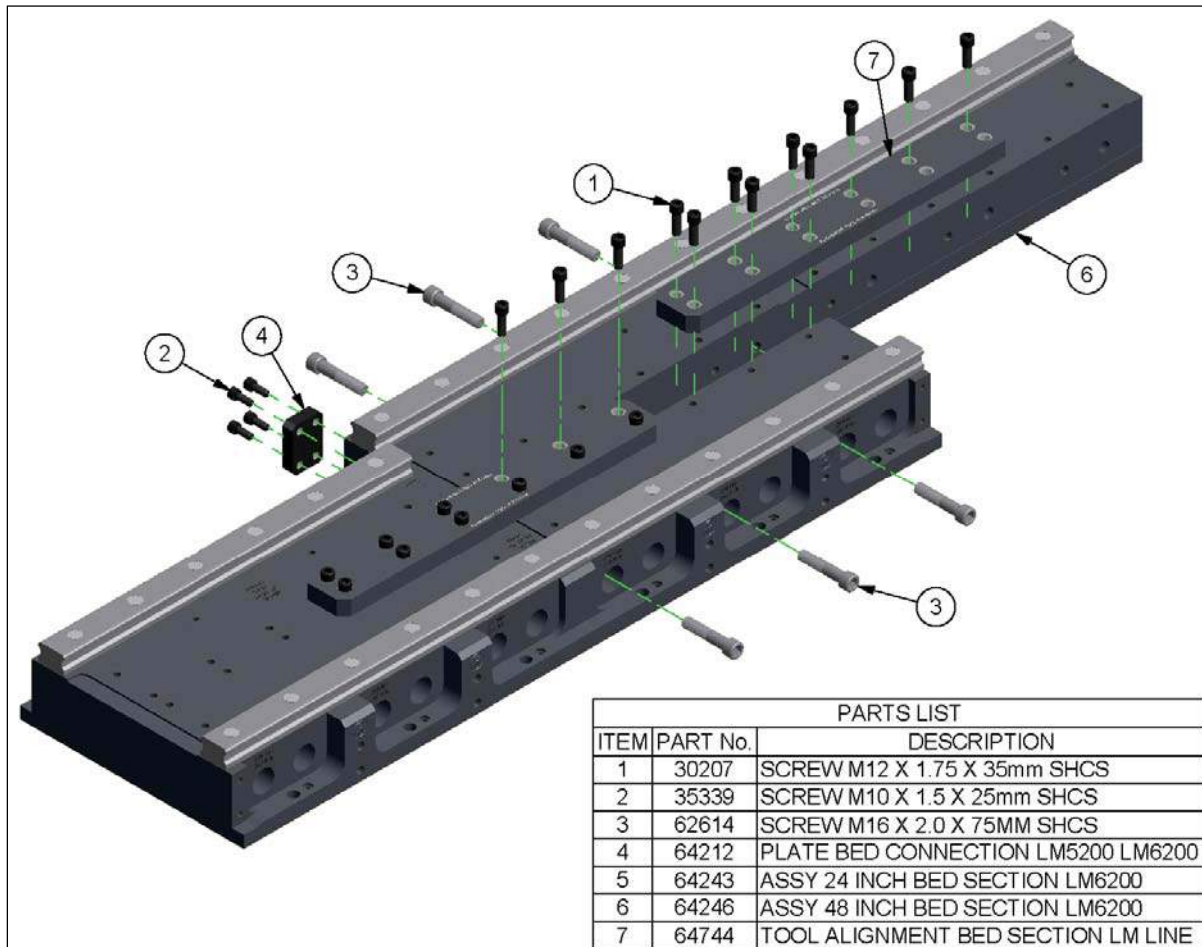

Figura 2
5. Coloque la siguiente sección de 48 pulgadas en posición y empújela contra las otras secciones, como se muestra en la Figura 2. Instale seis cierres M16 (Elemento 3) y apriételos a 10 pies-libra (13,56 Nm). Luego aflójelos completamente y apriete al máximo hasta que se toquen.
6. Coloque ambas herramientas de alineación del lecho (Elemento 7) en las secciones, como se muestra en la Figura 2. Apriete uno de los cierres en las primeras secciones acopladas a 65 pies-libra (88,13 Nm). Apriete los cierres en la nueva sección a 65 pies-libra (88,13 Nm).
8. Instale una placa de conexión de lecho (Elemento 4), como se muestra en la Figura 2, y apriete los cierres a 40 pies-libra (54,23 Nm).